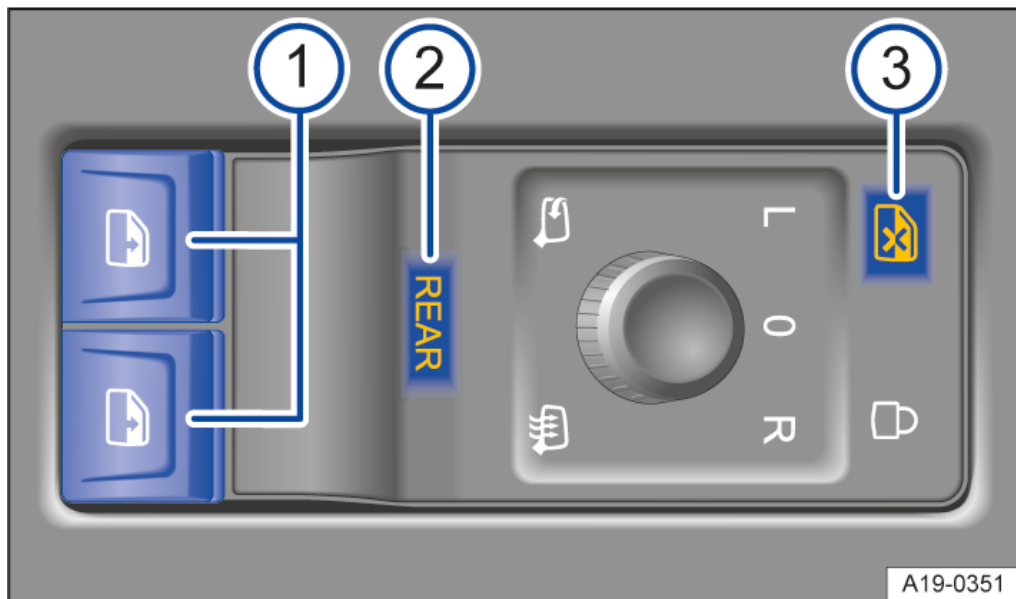

Abb. 1 In der Fahrertür: Tasten für die vorderen und hinteren Fensterheber.
- ① Tasten für die Fensterheber.
- ② Bedienfeld **REAR** zum Aktivieren der Bedienung der hinteren Fensterheber und des Komfortöffnens und -schließens.
- ③ Bedienfeld zum Deaktivieren der Fensterhebertasten in den hinteren Türen.
Standardmäßig können mit den Tasten  → Abb. 1 ① Fensterheber in den vorderen Türen bedient werden.
REAR Das Bedienfeld → Abb. 1 ② kurz betätigen, um die Bedienung der Fensterheber in den **hinteren** Türen zu aktivieren. Wenn die Bedienung der Fensterheber in den hinteren Türen aktiviert ist, leuchtet die Funktionsbeleuchtung des Bedienfeldes.